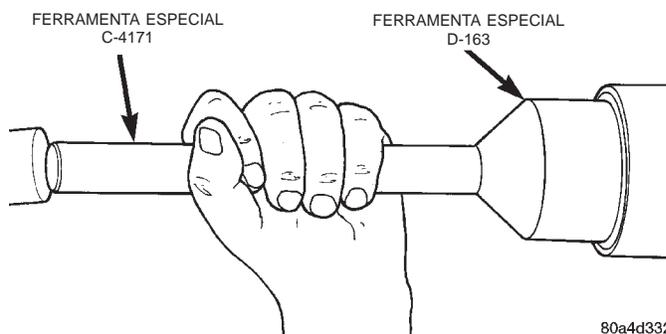

Fig. 7 Instalação da Vedação do Pinhão
(1) Aplique uma leve camada de lubrificante de engrenagem no ressalto da vedação do pinhão.
(2) Instale a vedação com o Instalador D-163 e a Alça C-4171 (Fig. 7).